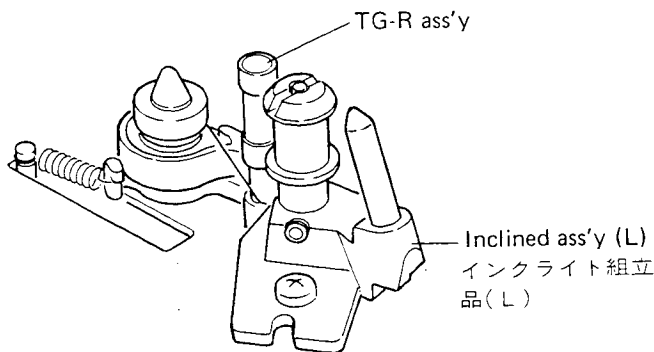

Fig. 2-11
Note 2: When installing inclined ass'y (L), install it so that the TG-R ass'y comes above inclined ass'y (L) as shown in Fig. 2-11.
注2. インクラインド組立品(L)の組込み時、図2-11の様にTG-R Assy がインクラインド組立品(L)の上側にくる様に取り付けること。